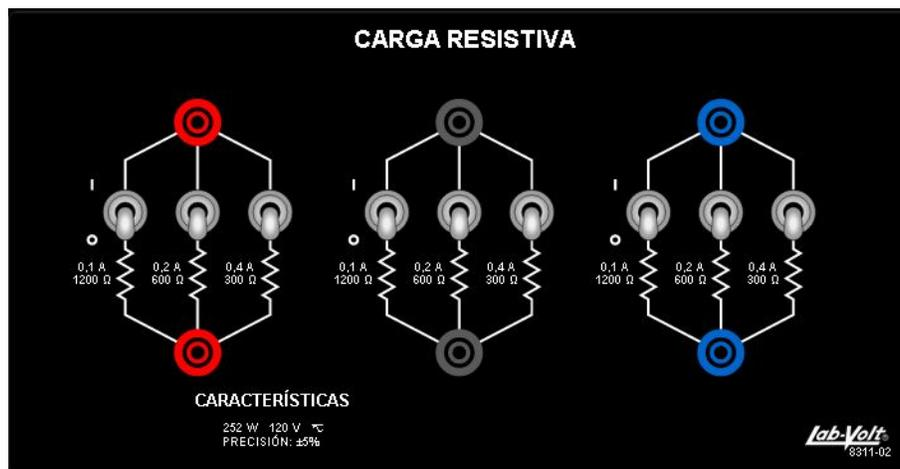

Figura 6.2
6.1.4 Cada valor resistivo cuenta con un interruptor que lo conecta (posición arriba) o desconecte (posición abajo) de las terminales como se muestra en la figura 6.2